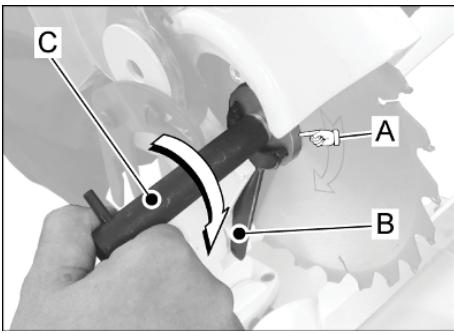

Рис. 11
- Заблокуйте фланець пилки за допомогою спеціального ключа (В, Рис. 11) та послабте кріпильний гвинт пиллярного диску (А) за допомогою ключа у комплекті (С).